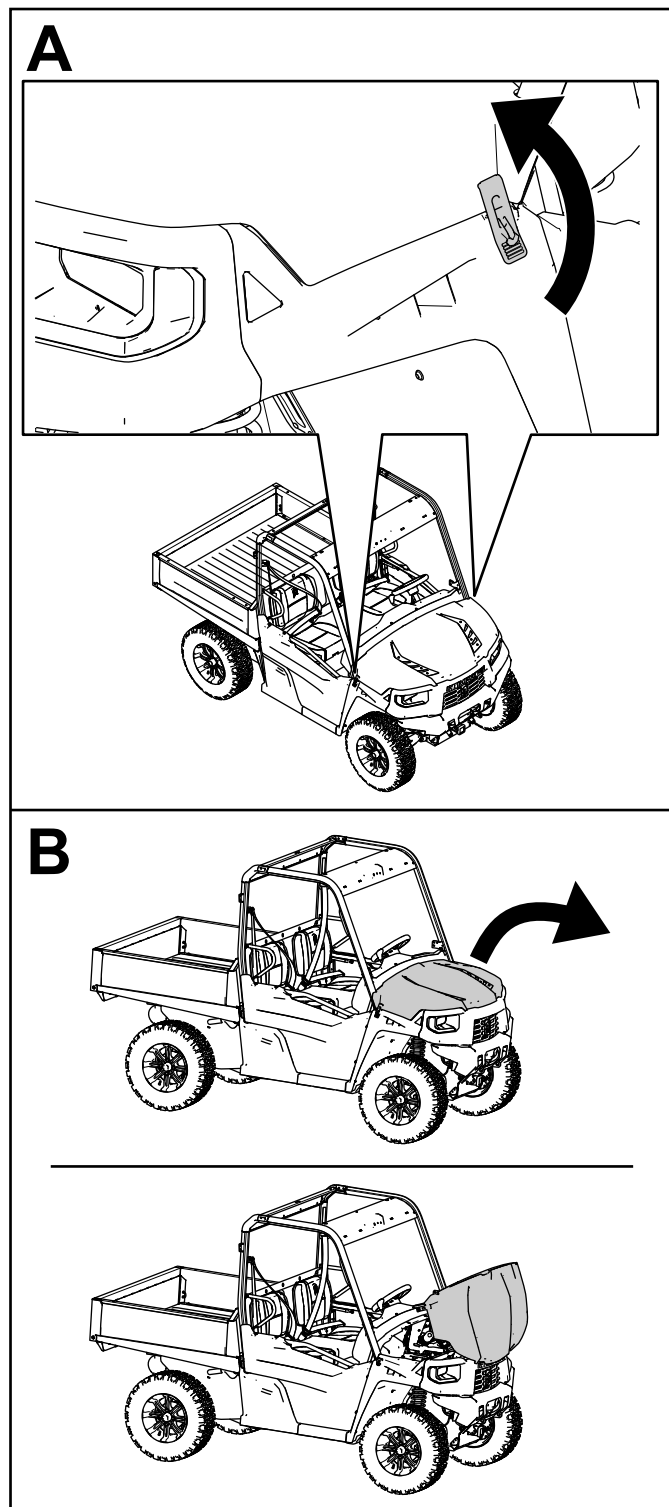

Figura 22
2. Sujete el capó alineando los cierres de goma con los anclajes situados en cada lado del capó (Figura 22).